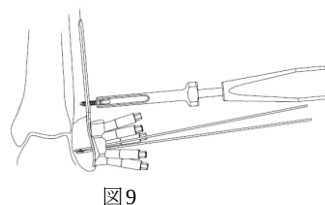

図9
- 9) 選択した長さの3.5 コーティカルスクリューを、ホールディングスクリュースリーブで把持し、六角2.5 ドライバー及び六角2.5 パワーピンドライバーを用いて挿入します。（図9）